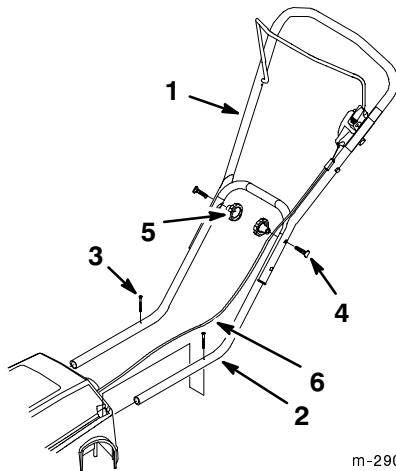

Figure 4
5. Placer les extrémités du mancheron supérieur de part et d'autre du mancheron inférieur (Fig. 4).
1. Mancheron supérieur	4. Boulons (2)
2. Mancheron inférieur	5. Boutons (2)
3. Vis (2)	6. Câble de commande
6. Choisir une paire de trous du mancheron supérieur, et les faire correspondre aux trous du mancheron inférieur (Fig. 4).
7. Assembler les deux éléments du mancheron au moyen des boutons et boulons (Fig. 4).